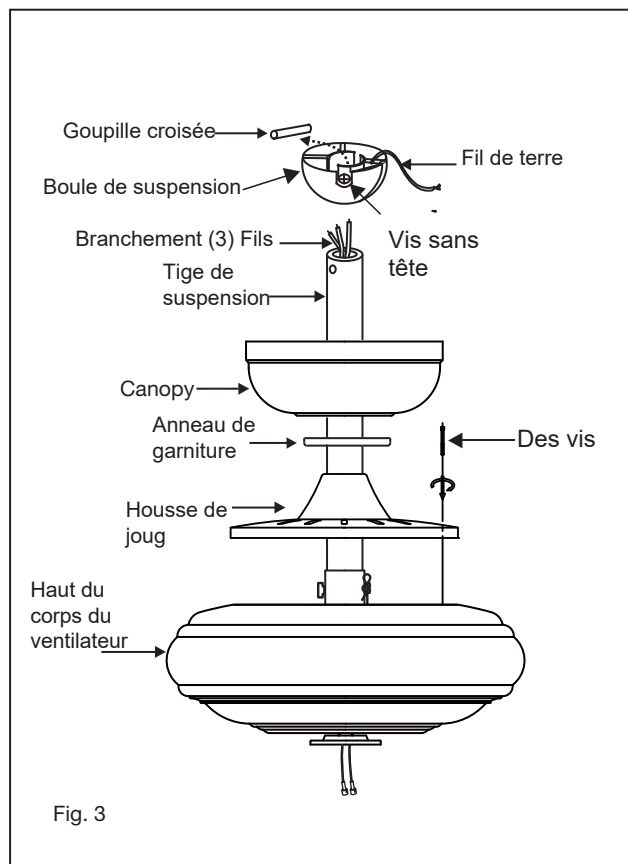

Fig. 3
- 4 Desserrez les deux vis de sécurité et retirez la goupille de la tige de suspension et le clip de retenue de l'accouplement sur le dessus de l'ensemble moteur. (Fig.3)
- 6 Glissez le couvercle de l'étrier, l'anneau de garniture et la verrière sur la tige de suspension. (Fig.3)
- 8 Serrage du couvercle de l'étrier avec deux vis de montage de collier retirées précédemment. (Fig.3)
Un flux d'air **VERS LE BAS** crée un effet de refroidissement comme le montre la figure 3. Cela vous permet de régler votre climatiseur sur un réglage plus chaud sans affecter votre confort.